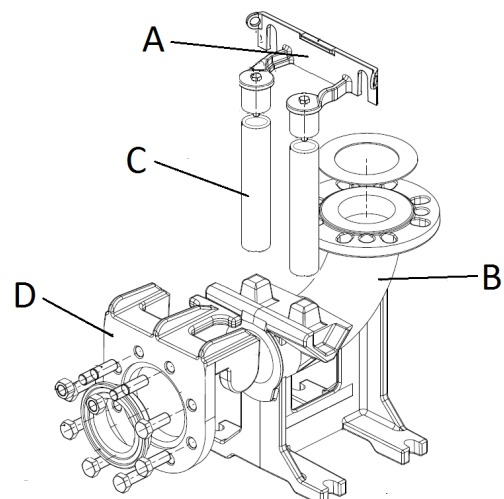

Fig. 5
- Fäst förankringsbygeln för styrröret (fig. 5 - pos. A) i tankens kant.
- Placera stödfoten för automatisk förankring (fig. 5 - pos. B) på brunns botten. Använd ett lod för att kontrollera att de koniska utstickarna för anslutning av styrröret är helt lodräta i förhållande till motsvarande utstick på förankringsbygeln på tankens kant. Kontrollera även planheten med hjälp av ett vattenpass.
- Märk ut läget för hålen på stödfoten. Fastställ därefter styrrörets (fig. 5 - pos. C) exakta längd.
- Montera specialflänsen (fig. 5 - pos. D) med slid och skena på pumpens utloppsrör. Haka fast vajern eller kedjan vid handtaget eller hålet upptill på pumphuset.